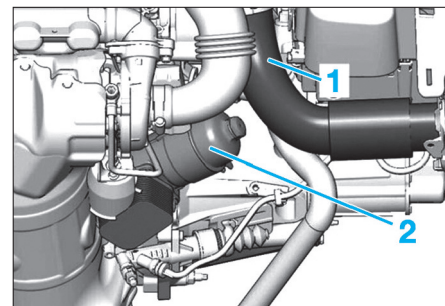

FIG. 42
- le col d'entrée d'air (1) (Fig.42).
- le couvercle de protection (2).